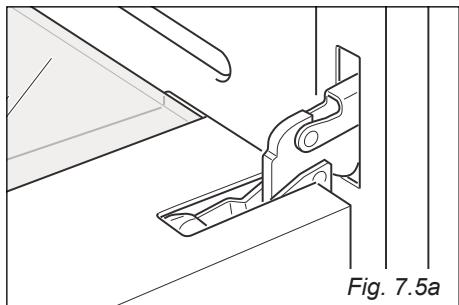

Fig. 7.5a
- Ouvrir complètement la porte du four (fig. 7.5a).
- Deverrouillez la porte du four en l'ouvrant complètement et en fermant le levier "A" sur les charnières gauche et droite (fig. 7.5a).